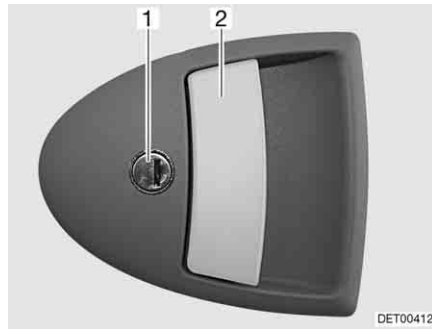

Fig. 57 Cerradura de la puerta de entrada, en el exterior
- Introducir la llave en el cilindro de cierre (Fig. 57,1) y girarla hasta que esté desbloqueada la cerradura de la puerta.
- Tirar del tirador de la puerta (Fig. 57,2). La puerta está abierta.
- Introducir la llave en el cilindro de cierre (Fig. 57,1) y girarla hasta que esté bloqueada la cerradura de la puerta.